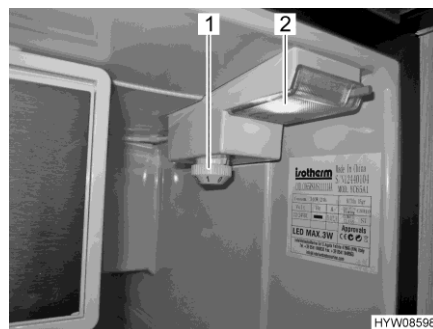

Fig. 92 Elemento di comando (frigorifero)
- Ruotare il termoregolatore (Fig. 92,1) in senso orario dalla posizione "0" alla posizione "1". Il forno è acceso, l'illuminazione interna (Fig. 92,2) è accesa.
- Ruotare il termoregolatore (Fig. 92,1) in senso antiorario sulla posizione "0". Si deve qui superare una leggera resistenza.
- Impostare la temperatura al termoregolatore (Fig. 92,1).